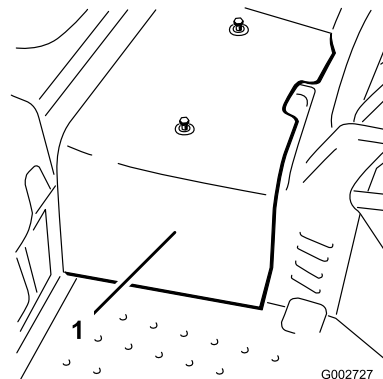

图40
2. 拧掉将中央护罩固定到机器的 2 个螺丝然后取下护罩图40。